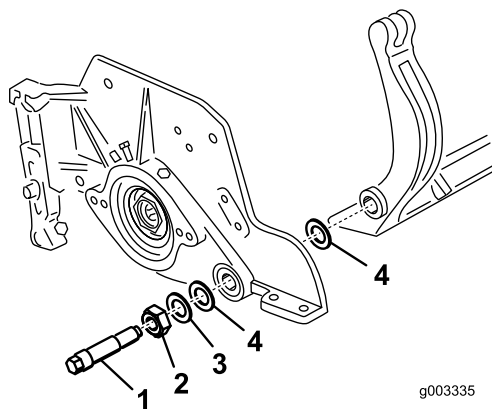
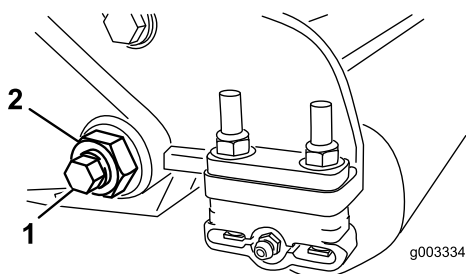

図 28
図 27
- ベッドバー・ボルト (図 27) を固定しているロックナット (機体両側) をゆるめる。
- 各ベッドバー・ボルトを抜いて、ベッドバーを下に引き抜いて外す (図 27)。ベッドバーの両端にナイロン・ワッシャとスチール・ワッシャが2枚ずつあるので注意する (図 28)。
- ベッド・バー・ボルト (とボルトについているナット) とワッシャ6枚で、ベッド・バーを各サイド・プレートに固定する。ナイロン・ワッシャはサイド・プレートの両側のボスに嵌め込む。その外側からスチール製ワッシャを取り付ける (図 28)。ベッドバー・ボルトを 27-33 ft.-lb (37-45 N-m = 4.6-1.7 kg.m) にトルク締めする。左右の遊びが完全になくなって外側のスチール製ワッシャが回らなくなるまで (ただし決して締めすぎになったりサイド・プレートが変形したりしていない) ロックナットを締め付ける。内側のワッシャには遊びがあってよい。